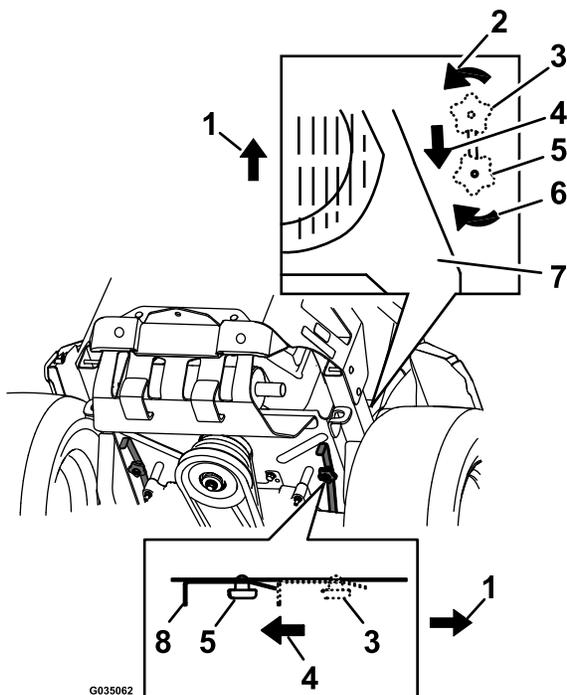

Figura 34
4. Para empujar la máquina, mueva ambos pomos de desvío hacia atrás y bloquéelos en esa posición (Figura 34).
6. Para conducir la máquina, mueva los pomos de desvío a la posición de HACIA ADELANTE y bloquéelos en esa posición (Figura 34).